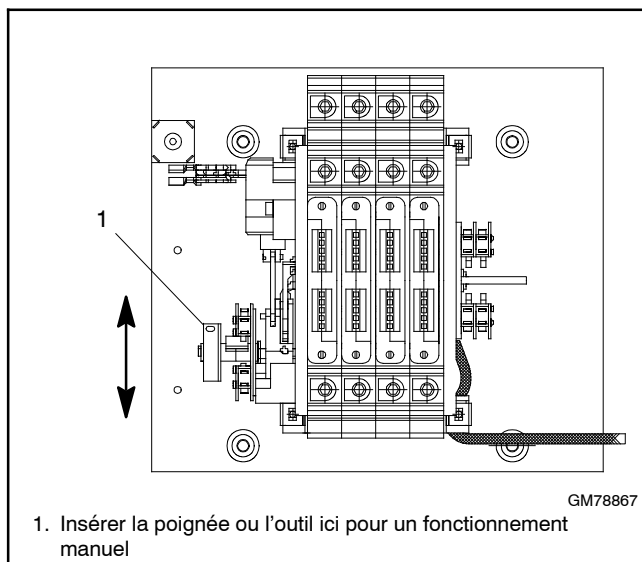
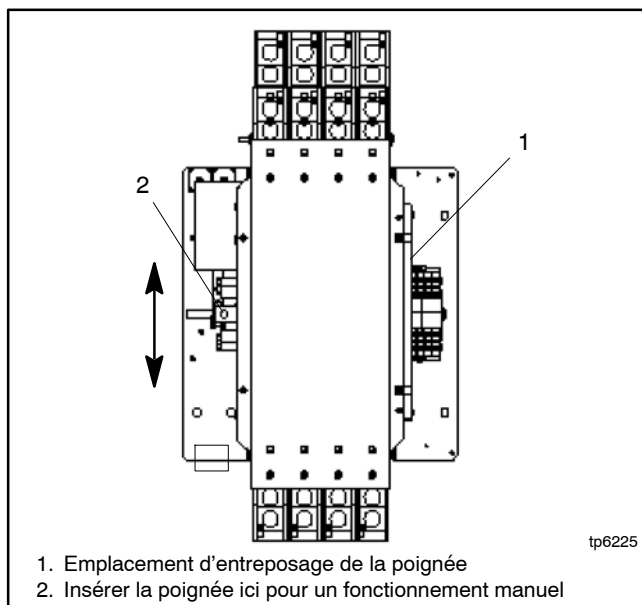

Figure 2-6 Fonctionnement manuel, commutateurs triphasés de 100 à 200 A
Figure 2-7 Fonctionnement manuel, commutateurs triphasés de 400 A
1. Si le commutateur de transfert est équipé d'une poignée d'entretien, retirer la poignée de son emplacement d'entreposage à l'intérieur du boîtier. Voir Figure 2-7.
2. Insérer la poignée d'entretien ou un outil (par exemple un tournevis) dans le trou de l'arbre à gauche de l'opérateur, comme illustré dans la Figure 2-6 ou la Figure 2-7.